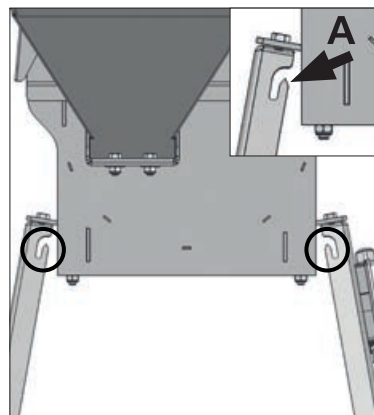

Fig. 06
Nos suportes dos trituradores existem pequenos cortes (A), para fixar um saco no equipamento. [Fig. 06].